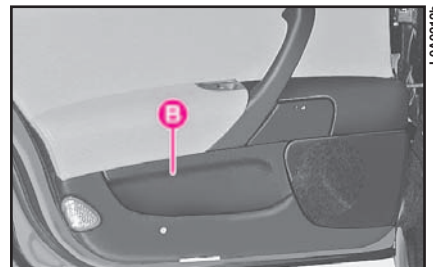

fig. 176
- B (fig. 176) sulle porte posteriori.